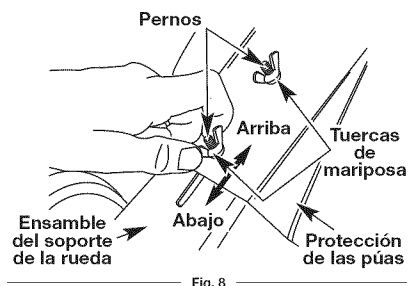

Fig. 8
3. Afloje (no retire) las dos tuercas de mariposa de la protección de las púas (Fig. 8).